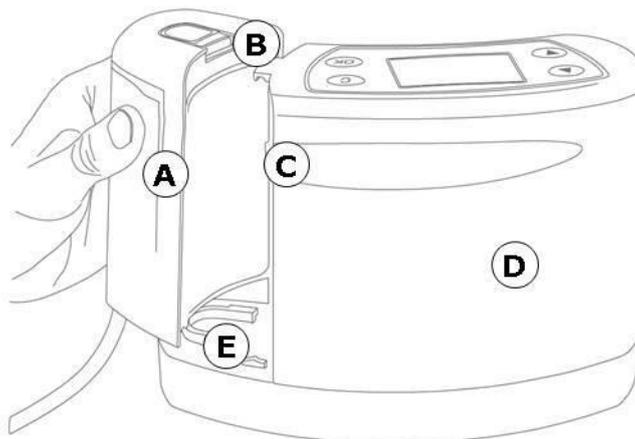

Abb. 5 Anschluss des Einweg-Sekretbehälters
1. Nehmen Sie den Einweg-Sekretbehälter (Abb. 5 (A)) aus der Verpackung.
2. Schieben Sie den Behälter auf die Führungsschiene (Abb. 5 (E)) am **ASSKEA procuff® M**, bis der Einweg-Sekretbehälter hörbar an der Verriegelung (Abb. 5 (B)) einrastet.